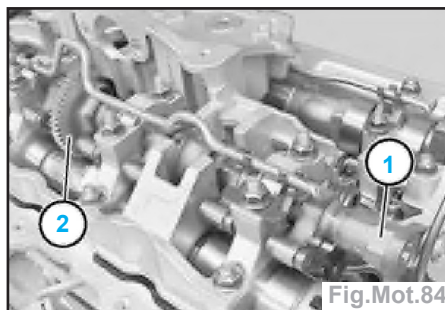

Fig.Mot.84
- Tourner l'arbre à excentrique (1) au niveau de son six-pans de façon à ce que la denture (2) soit dirigée vers le côté admission (Fig.Mot.84).
- Tourner l'arbre à excentrique (1) au niveau de son six-pans (Fig.Mot.84).